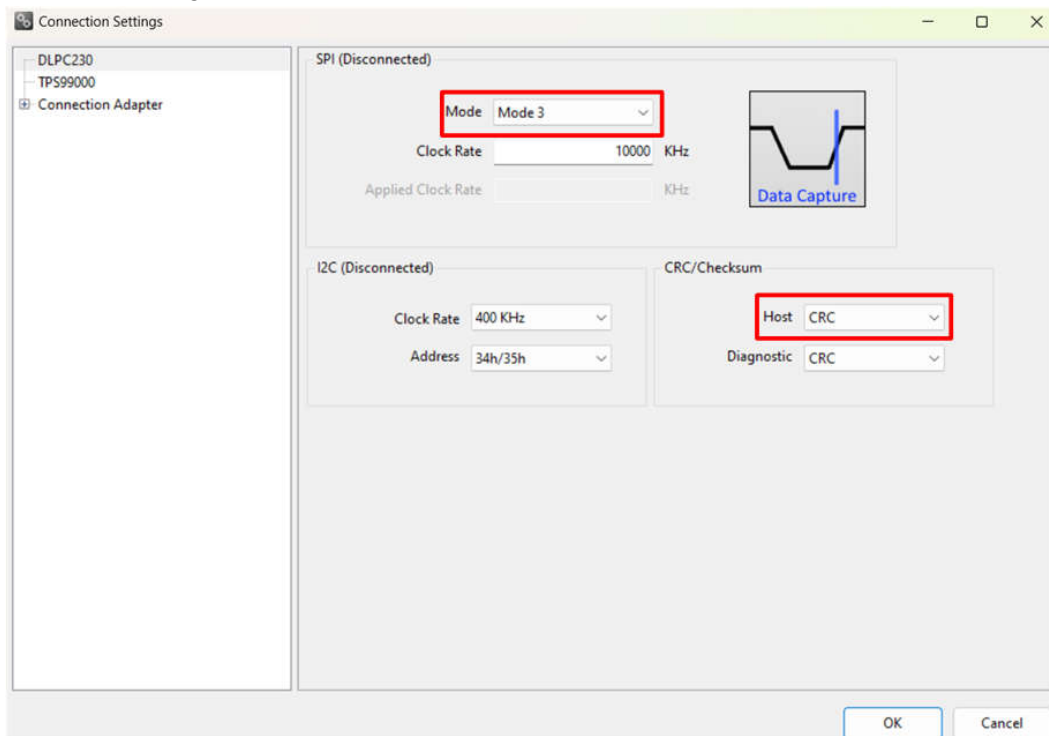

图 3-5. DLPC230-Q1 Automotive Control Program 通信设置
- 选择 *Connection Settings* 以确认 SPI 配置，如图 3-5 所示。配置完成后，按 OK。